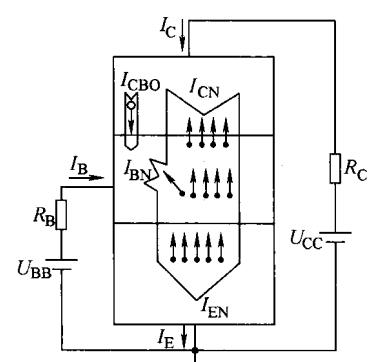

图 1-11 晶体管内部载流子运动规律
1) 发射区向基区发射电子。由图 1-11 可知，电源  $U_{BB}$  经过电阻  $R_B$  加在发射结上，发射结正偏，发射区的多数载流子——自由电子不断地越过发射结而进入基区，形成发射极电流  $I_E$ 。同时，基区多数载流子也向发射区扩散，但由于基区很薄，可以不考虑这个电流，因此，可以认为晶体管发射结电流主要是电子流。
对照图 1-11，并结合式(1-2)，各极电流满足下列分配关系：